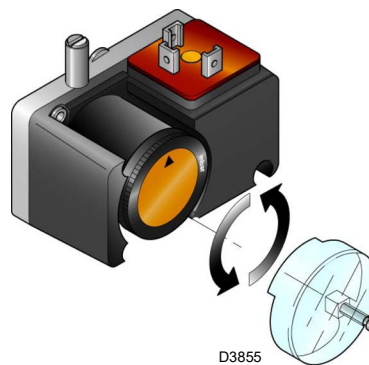

Fig. 32
- Régler le pressostat pour le contrôle d'étanchéité (Kit PVP) (Fig. 32 à la page 34), si présent, conformément aux instructions fournies avec le kit.
Régler le pressostat pour le contrôle d'étanchéité (Kit PVP) (Fig. 32) si présent, conformément aux instructions fournies avec le kit.